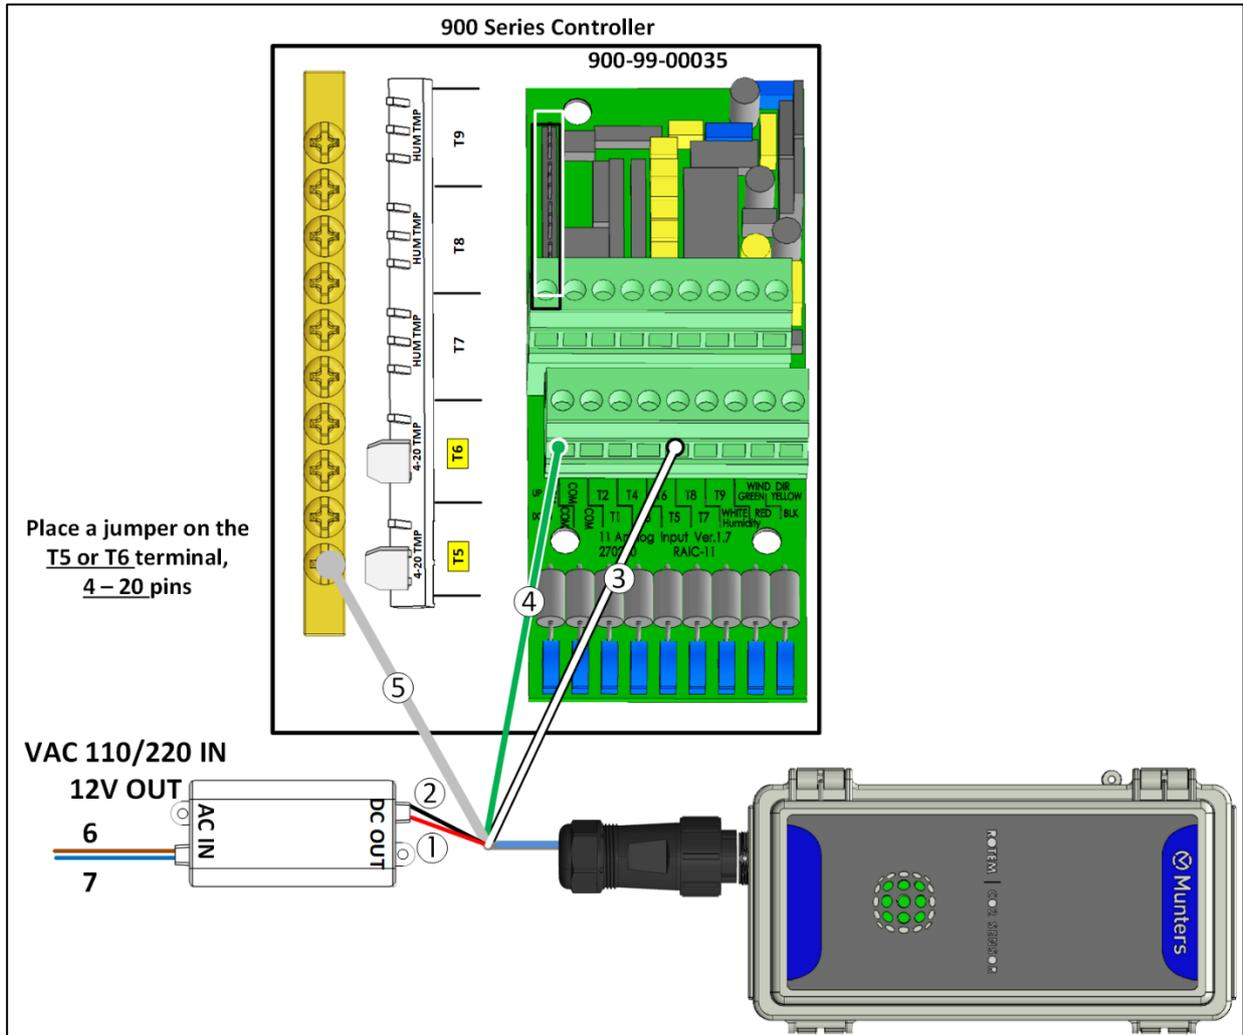

图 13: Platinum 电源供应布线
- 连接传感器至Platinum版控制器 (图 13, 页码12)
1. 如指示图 13中，连接传感器的另一端至电源供应和Platinum版模拟输入卡。
读数离开测量值, 即使当新鲜空气存在时	检验在Platinum版模拟卡上有一个跳线, 放置在T5或者T6上, 设置为4-20毫安 (参阅图13)。